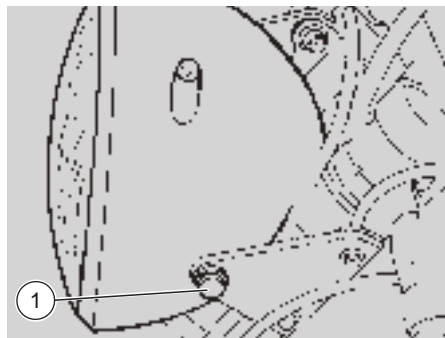

Fig. 56
## SOSTITUZIONE LAMPADINE FARO ANTERIORE (Fig. 56 ÷ 58)
- ◆ Svitare e togliere la vite (1 - Fig. 56).